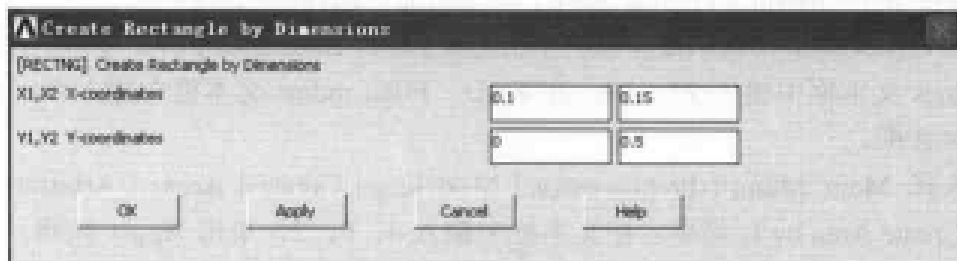

图 10-78 生成矩形面对话框
(1) 选择 Main Menu | Preprocessor | Modeling | Create | Areas | Rectangle | By Dimensions 命令, 出现 Create Rectangle by Dimensions 对话框, 参照图 10-78 对其进行设置。